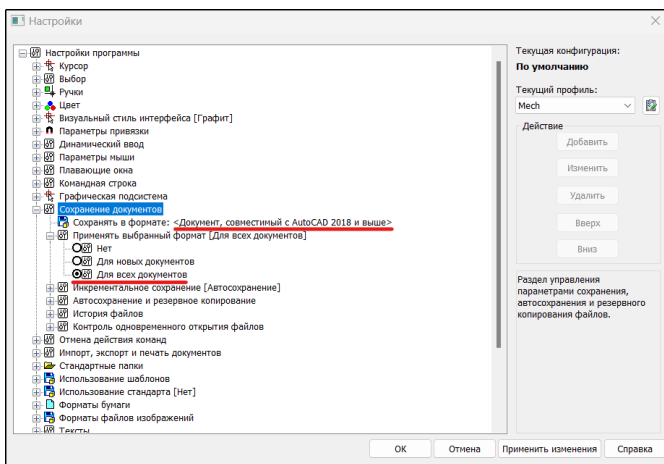

Рис. 26. Диалоговое окно *Настройки программы*
- 2) В графе *Применять выбранный формат* установите *Для всех документов* (рис. 26).